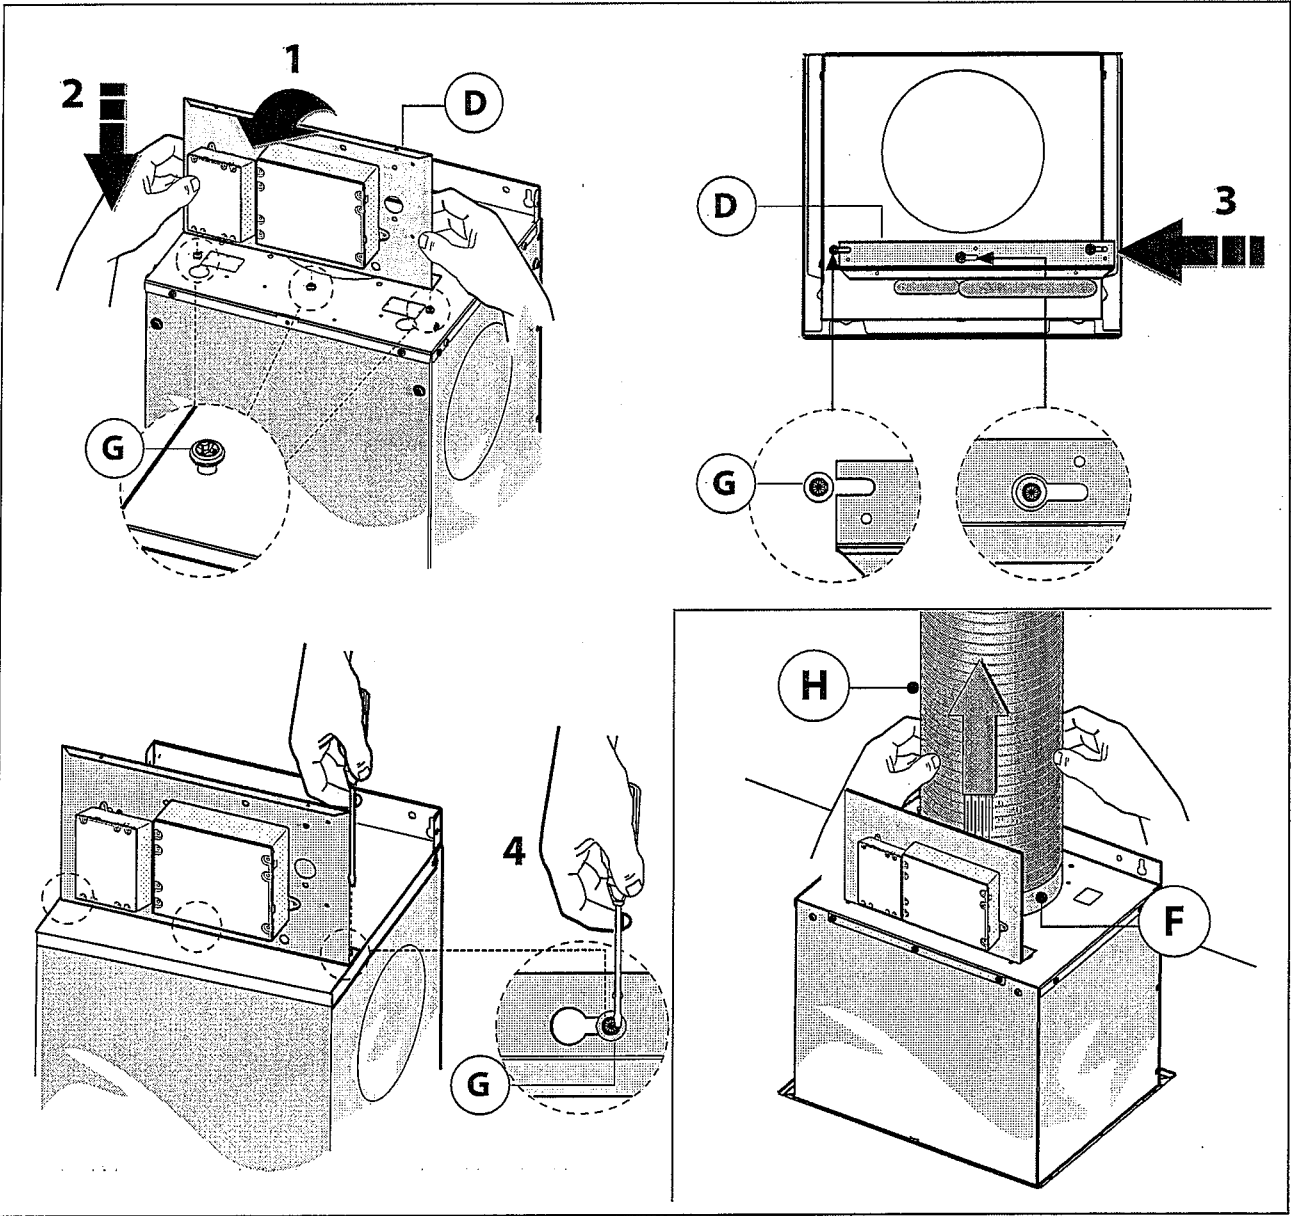

Fig.2
- Soulever le boîtier du circuit électrique et suivre les **phases 1-2-3** indiquées sur la figure 2.
- Placer le support face aux 3 vis **G** déjà prédisposées sur le compartiment et les visser comme l'indique la phase 4 – figure 2.
- Fixer le tuyau d'évacuation de l'air **H** (non fourni) sur la bride de sortie d'air **F** comme l'indique la figure 2.